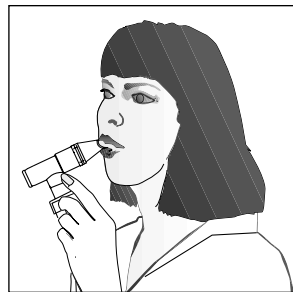

Figure 7
- Commencer le traitement en plaçant l'embout buccal entre les dents. À mesure que l'aérosol commence à s'écouler, inspirer profondément et lentement par la bouche, avec la bouche fermée, et expirer ensuite lentement par la pièce buccale **Figure 7**. S'il faut interrompre le traitement, mettre simplement l'interrupteur sur la position d'arrêt (Off).